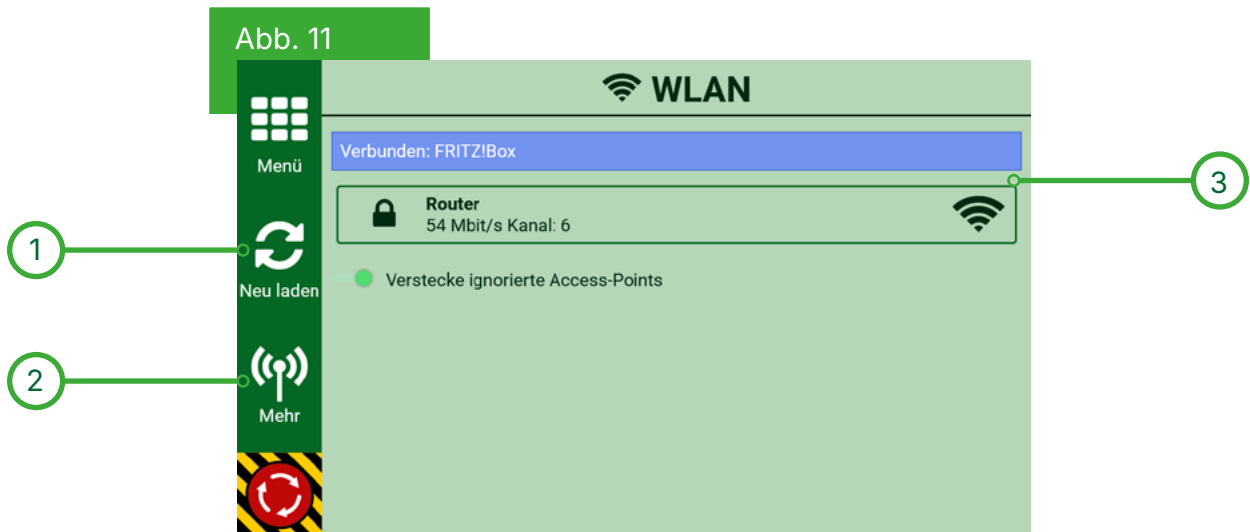

Abb. 11:
Sie gelangen über den Menüpunkt „Einstellungen“  im Hauptmenü zu den Netzwerkeinstellungen . Hier können Sie den Access Point (AP) Ihres Druckers aktivieren. Sie gelangen zur unteren Ansicht, indem Sie in der Seitenleiste der Netzwerkeinstellungen (s. Abb. 11 ➔ **Seite 23**) den Menüpunkt „Mehr“  wählen.